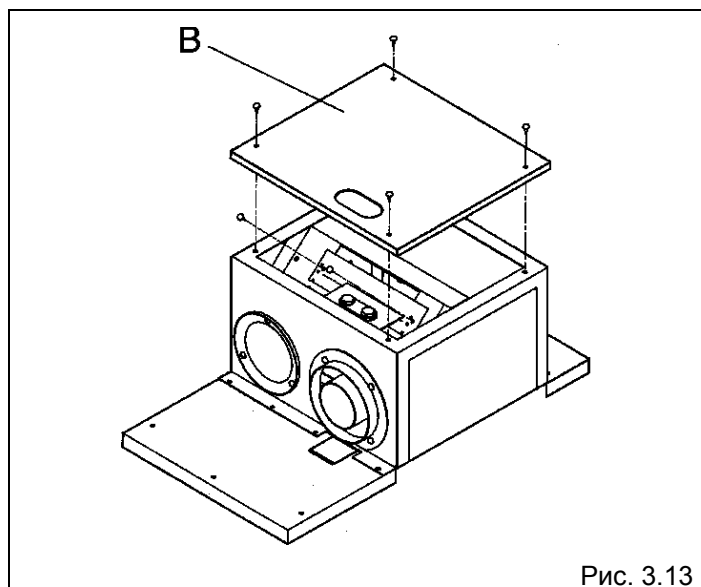

Рис. 3.13
- Отвинтите 4 крепежных винта и снимите крышку (В) с герметичной камеры (рис. 3.13)